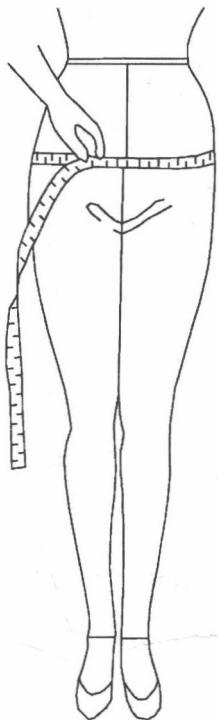

图 1-6 人体臀围测量
(4) 臀围 测量时，要求被测者两腿并拢直立，两臂自然下垂，皮尺水平放在前面的耻骨联合和背后臀大肌最凸处。通过臀部最丰满处围量一周，如图 1-6 所示。